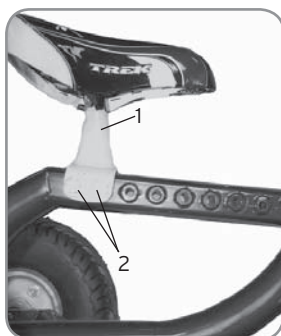

Figura 20. Espigão do selim do triciclo
1. Desaperte os parafusos de fixação (Figura 20) e retire-os.